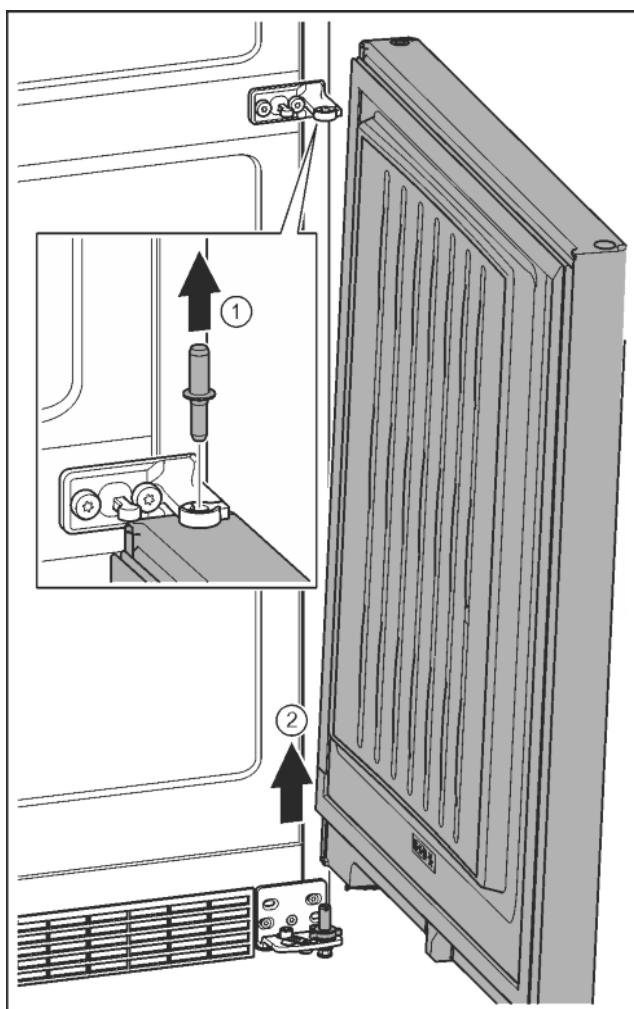

Fig. 11
- Витягніть гвинт догори. Fig. 11 (1)
- Відкрийте дверцята, зніміть рухом вгору та відкладіть убік. Fig. 11 (2)